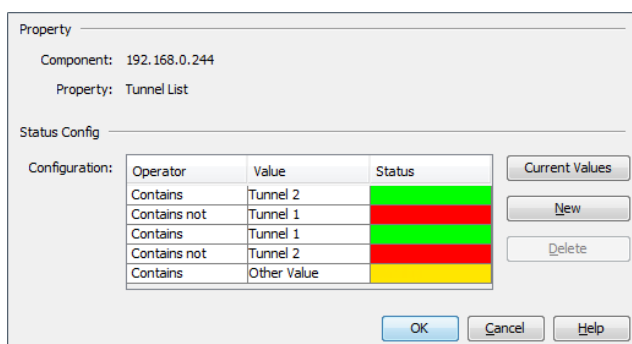

Figura 30: Configuración de estado para túneles TXCare
- Introduzca los valores tal y como se muestra en \(ver la figura 30\).